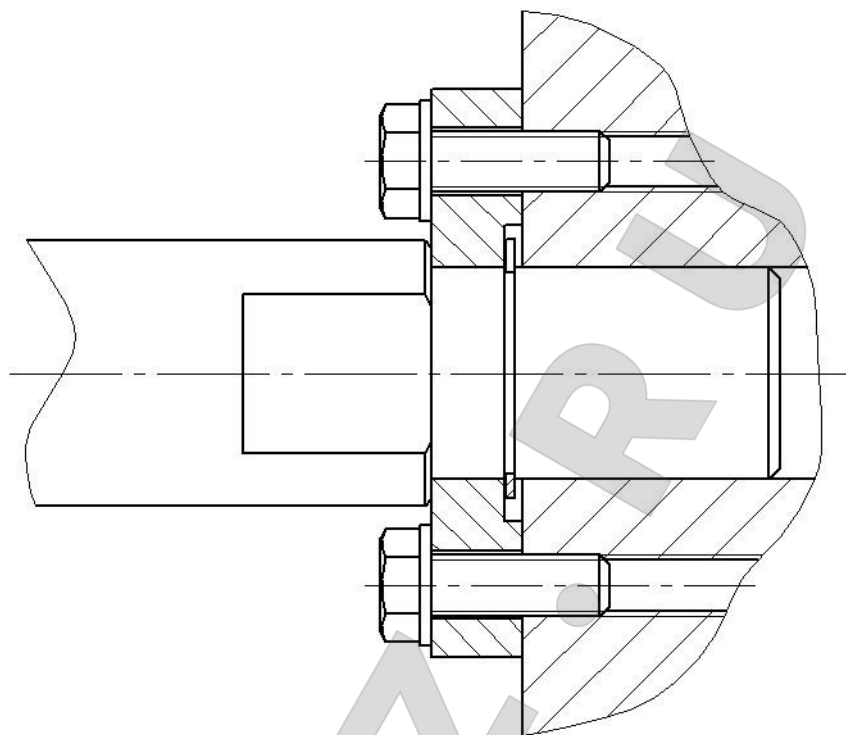

Рис. 4 Крепление двигателей Камаз и ЯМЗ
7.4. Совместить отверстия в крепежных кронштейнах с отверстиями в двигателе (агрегате) и закрепить двигатель. Затянуть все крепежные элементы адаптеров. Для двигателей ЯМЗ и КАМАЗ вставить крепежные кронштейны в отверстия рубашки охлаждения блока цилиндров до упора и притянуть фланцы болтами М8х25 (в комплект не входят), как показано на рис. 4.